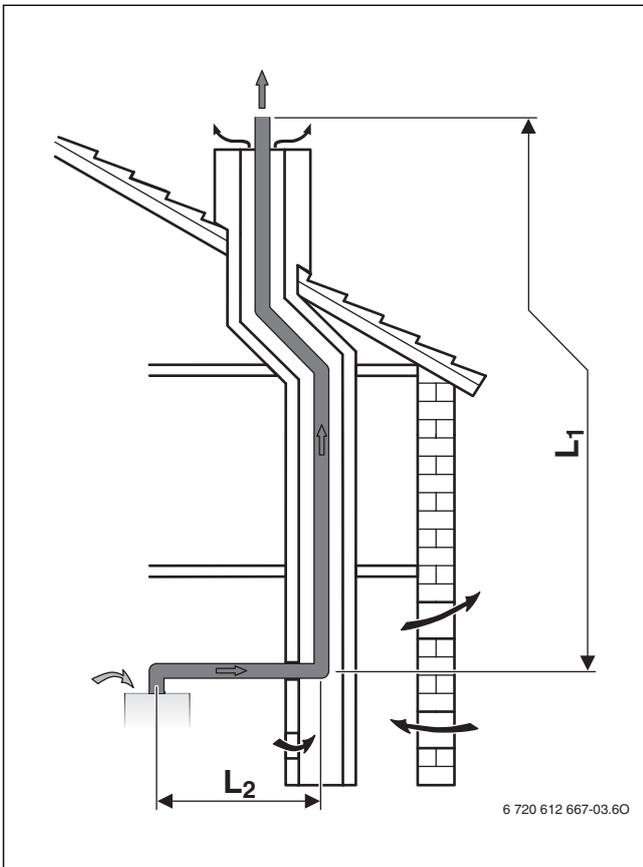

Fig. 14 Configuration B23p horizontale
- Si les produits de combustion sont évacués dans un conduit ventilé (→ fig. 14, 15, 16 et 17), le nettoyage n'est pas nécessaire.